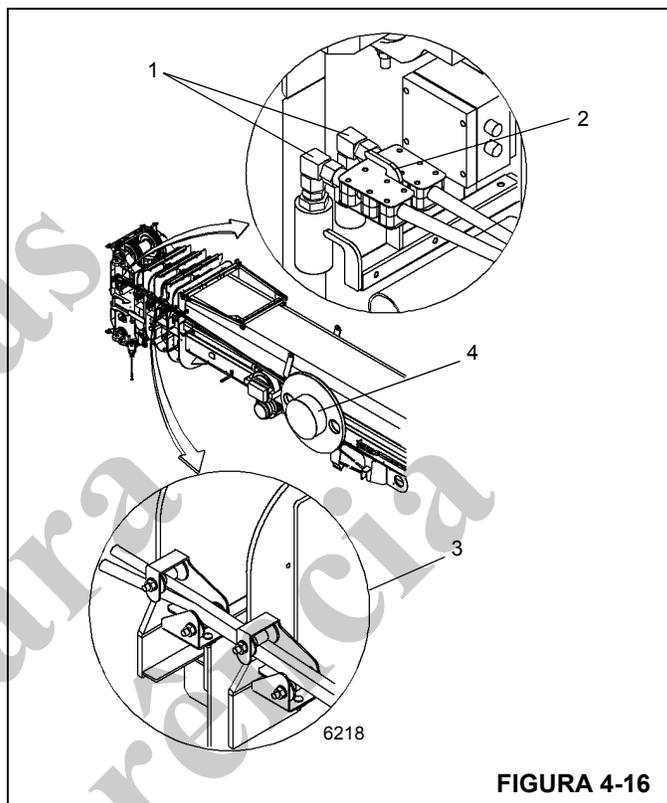

FIGURA 4-16
Se as mangueiras estiverem armazenadas no suporte da seção da base da lança, solte o pino-trava do tambor da mangueira (4) (Figura 4-16) e puxe as mangueiras hidráulicas em direção à extremidade da lança. Ancore os engates hidráulicos (1) no suporte (2) na extremidade da lança. Passe as mangueiras hidráulicas pelos roletes-guia (3).